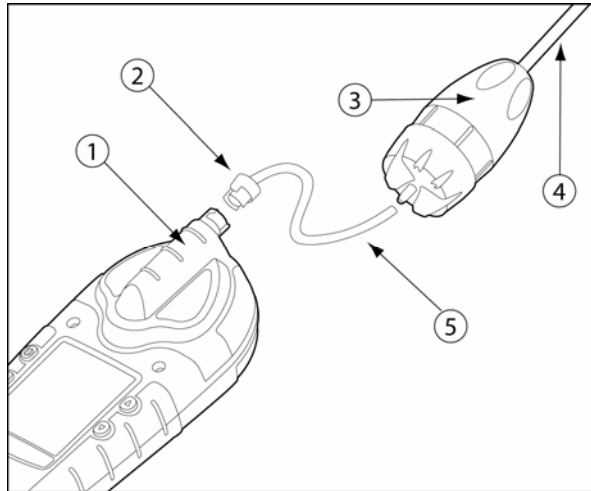

Abbildung 7: Anbringen der Probenahmesonde
2. Die in Abbildung 7 gezeigten Verbindungen herstellen.